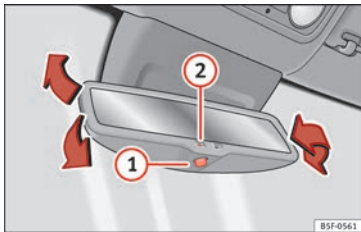

Bild 19 Backspegel med automatiskt bländskydd.
- Slå på den automatiska bländskyddsfunktionen: Tryck in knappen ① » bild 19. ②-